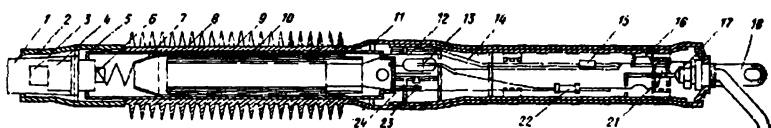

Рис. 67. Электрорасческа «Юность»:
**Электрорасческа «Юность».** Электрорасческа предназначена для ухода за волосами в бытовых условиях. Она (рис. 67) выполнена в виде металлического цилиндра с отверстиями, на котором расположена пластмассовая расческа 8 с восьмью рядами зубьев. Расческа, как и цилиндр, имеет отверстия для прохождения пара. В цилиндр устанавливается алюминиевая глухая втулка для защиты нагревательного элемента 9 от механических повреждений.